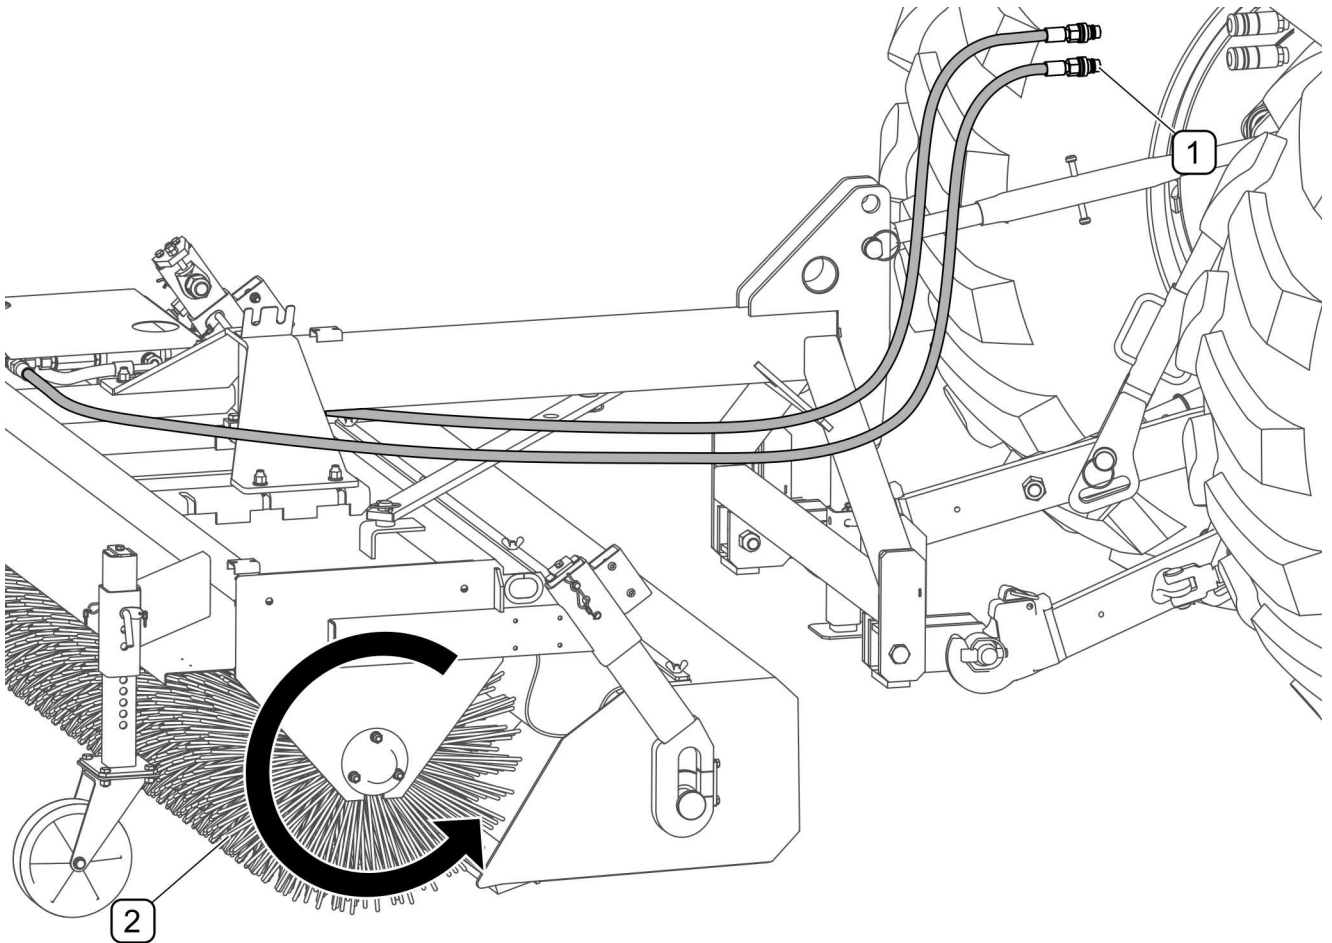

РИСУНОК 4.2 Підключення гідравлічної системи до тягача і напрямок обертання підмітального валика
Підключіть штекери (1) гідравлічних роз'ємів до гнізд однієї секції зовнішнього гідравлічного колектора тягача (РИСУНОК 4.2). Підмітальний валик (2) почне обертатися через мить після активації відповідного гідравлічного контуру важелем гідророзподільника тягача. Якщо валик (2) обертається в неправильному напрямку або не обертається, необхідно поміняти місцями штекери (1) гідравлічних шлангів.